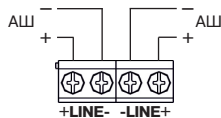

Рисунок 4
- Подключите провода согласно рис. 4.